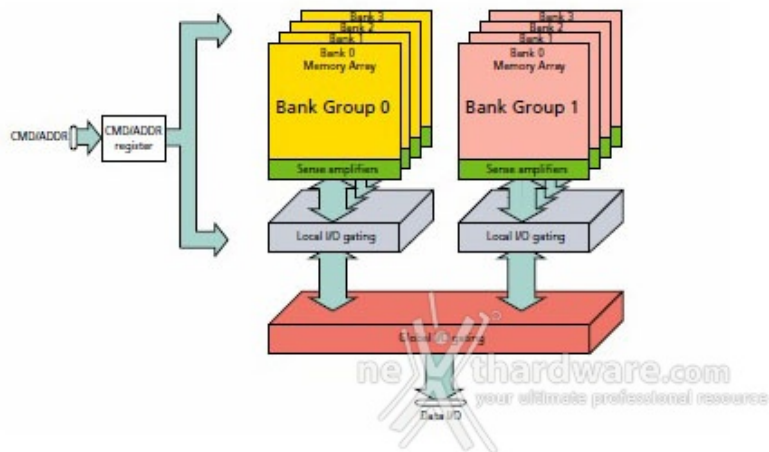

Fig.4 Raggruppamento dei banchi - Config. X16
- ↔ x16: due gruppi di banche, ognuno formato da ulteriori quattro banche (Fig.4).